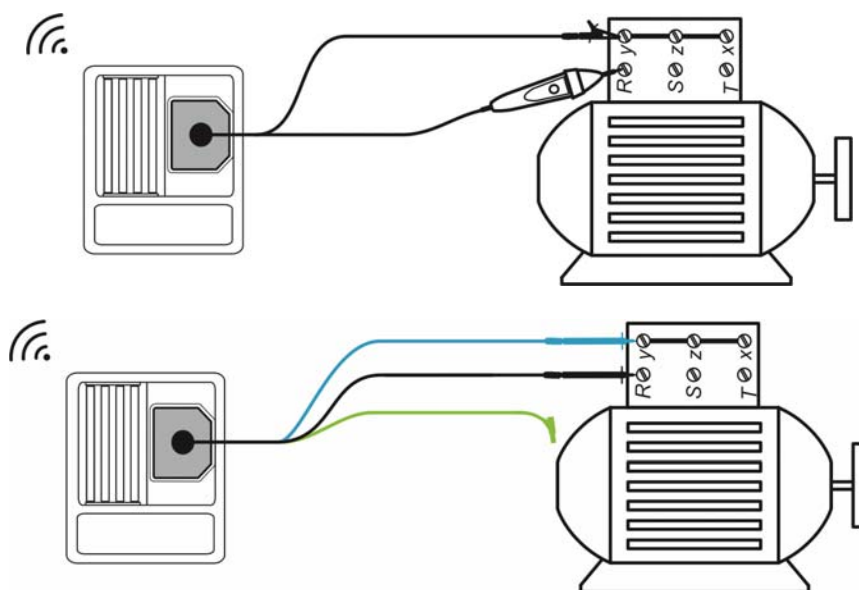

Abbildung 5.11: Anlegen der Commander-Prüfspitze und der Dreileiter-Prüfleitung
- ☐ **Schließen** Sie die Prüflinien an das zu prüfende Objekt **an** (siehe *Abbildung 5.11*).